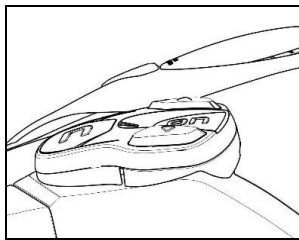

Fig. 22
- La instalación correcta del teclado se ilustra en la Fig. 22, 23.